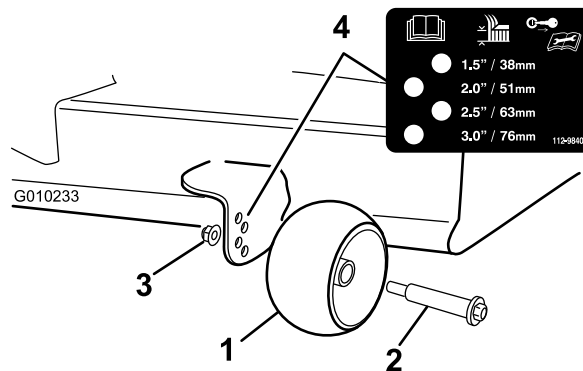

Figure 24
3. Réglez les galets anti-scalp (Figure 24) en fonction de la position de hauteur de coupe la plus proche.